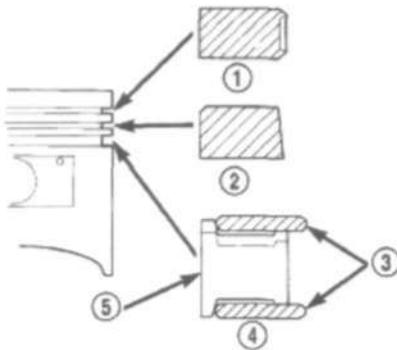

Рис. 68 Установка поршневых колец
- (1) Установить кольца заводской маркировкой вверх к верхней части поршня (Рис.68).